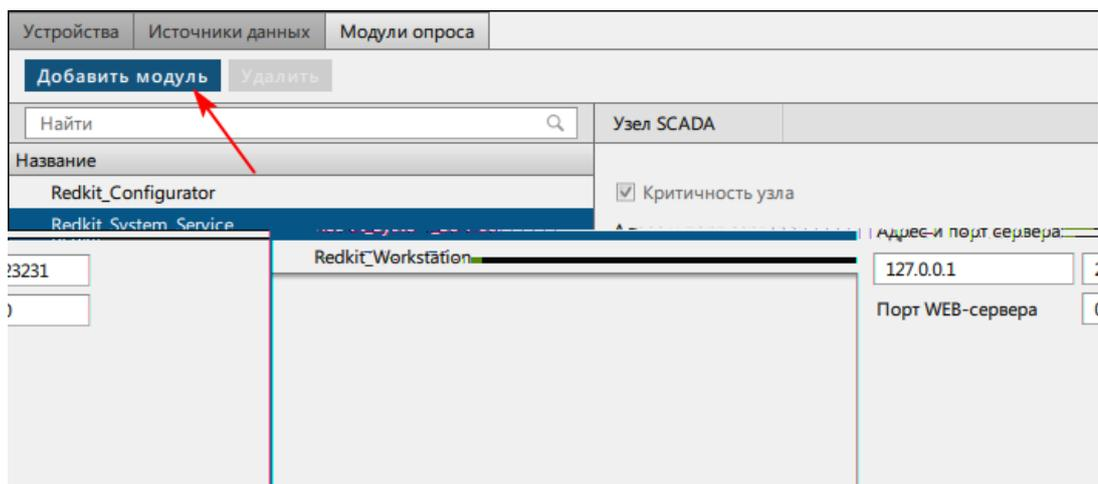

Рисунок 183 - Добавить модуль
13. На вкладке **Модули опроса** у сервисного узла(ов) (*Redkit\_System\_Service* или *Redkit\_Master* и *Redkit\_Slave*, в зависимости от типа конфигурации) нажмите **Добавить модуль** (Рисунок 183).